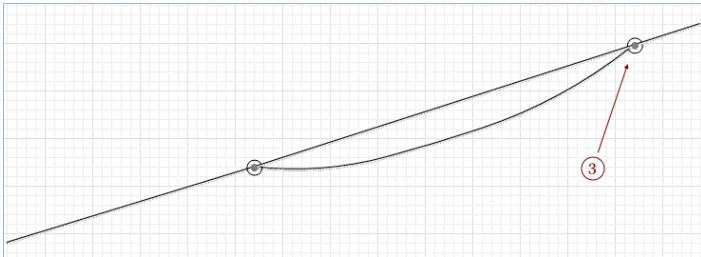

Рисунок 2.40 – Створення стрілки
Перетягніть кінцеву точку (2) на раніше намальовану колію (`trackEntry`), щоб створити стрілку (рис. 2.40).